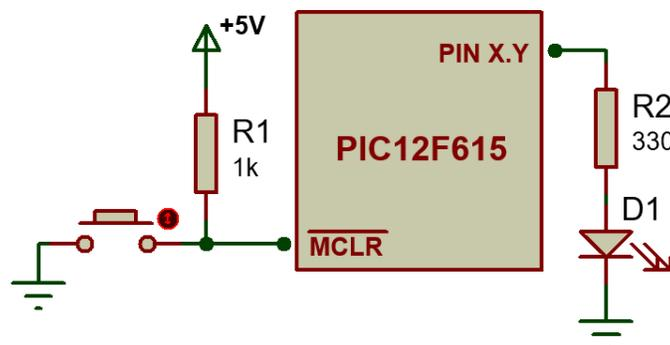

Figura 3.2. Diagrama representativo del circuito del temporizador Timer0.
- 9) **El circuito para el primer programa deberá ser armado previamente a la realización de la práctica basándose en el diagrama representativo de la figura 3.2.**
2. Pruebe el circuito previamente armado de acuerdo con el diagrama representativo de la figura 3.2 y, con ayuda del osciloscopio, grafique la señal de salida del pin PX.Y para el primer programa desarrollado en las actividades previas, haga uso de los cursores del osciloscopio para comprobar que los tiempos en alto y en bajo corresponden con los solicitados en las actividades previas y con la simulación.